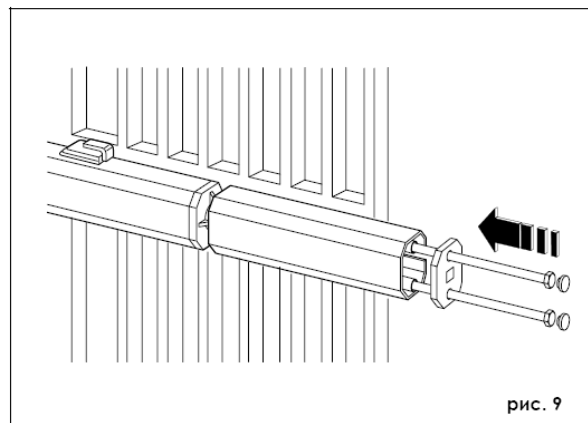
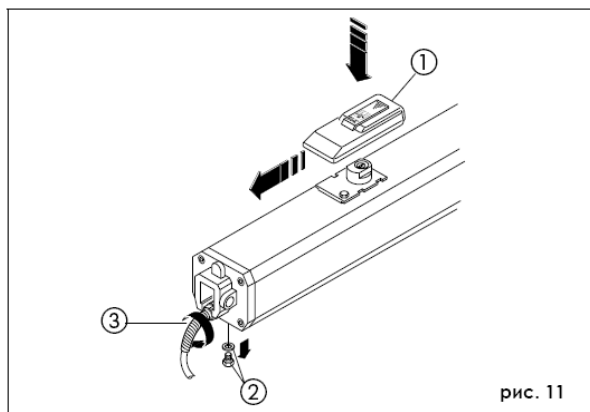

рис. 9
рис. 11
12) Установите кожух привода (рис. 9). Зафиксируйте фитинг кабеля питания (поз. 3 рис. 11).
- Установите узел разблокировки с кожухом (поз. 1 рис. 11).
- Выкрутите и сохраните винт дыхательного отверстия (поз. 2 рис. 11).